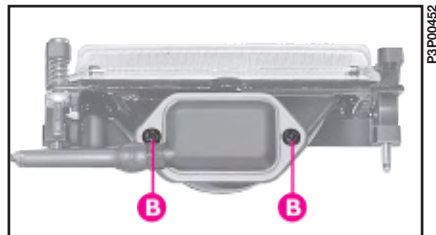

fig. 15
- 2) Draai de twee schroeven **B-fig. 15** los en verwijder het rubber deksel.